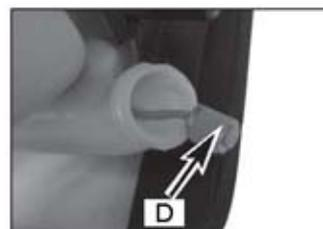

Рис. 12C
3. Замените топливный фильтр (D). (Рис. 12C)